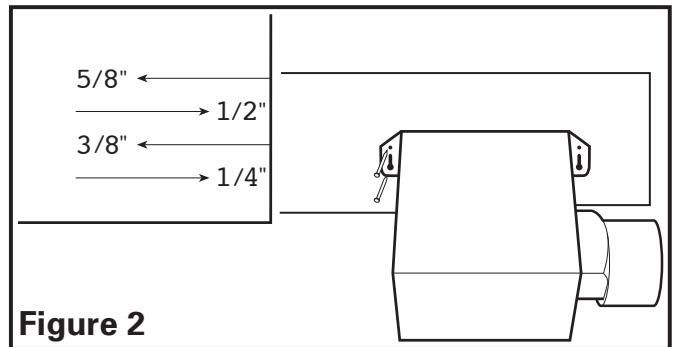
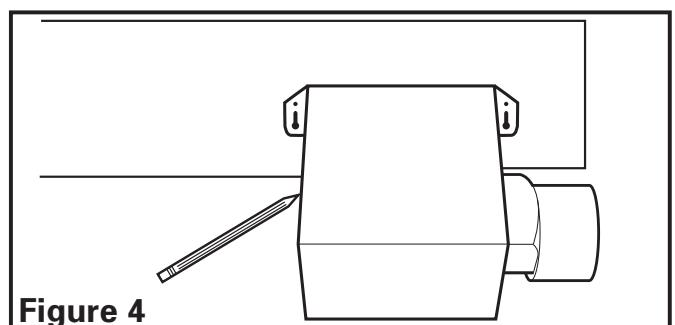

Figure 2
Figure 4
2. **Installation des Onglets de Montage:** à l'aide des guides sur le châssis du ventilateur, aligner le châssis pour qu'il soit à effleurement avec le plafond fini. Positionner le ventilateur pour que les onglets reposent à plat contre la solive et fixer en place à l'aide de quatre vis ou clous (non-compris) pour assurer une bonne installation (**Figure 2**).
- 1b. **Installation des Onglets de montage:** positionner le châssis contre la solive et tracer un contour du châssis sur le matériau du plafond (**Figure 4**). Mettre le châssis de côté et découper l'ouverture, en prenant soin de ne pas couper de câble électrique dissimulé ou autre utilité. Placer le châssis près de la solive et vous assurer qu'il soit à effleurement avec le plafond fini. Fixer avec quatre (4) clous (non-compris) pour assurer une installation adéquate (**Figure 2**).